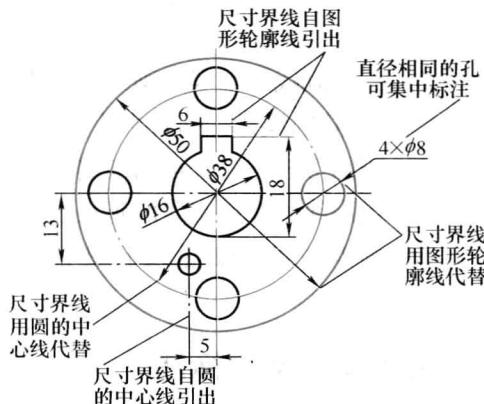

图 1-4 尺寸界线的画法
(1) 尺寸界线 尺寸界线用细实线绘制, 它由图形的轮廓线、对称中心线、轴线等处引出, 也可利用轮廓线、轴线、对称中心线作为尺寸界线, 如图 1-4 所示。